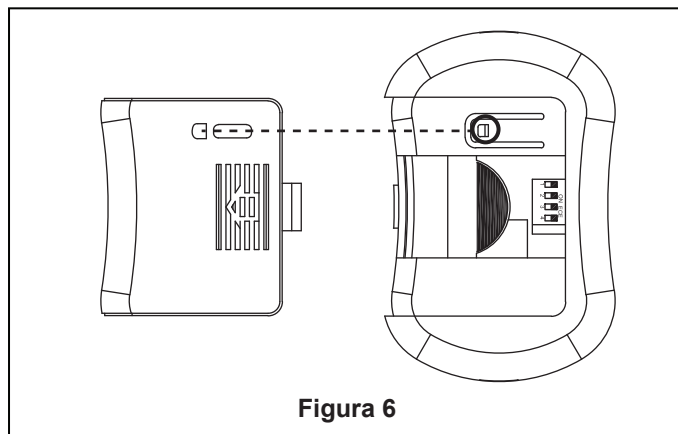

Figura 6
- ☐ 5. Introduzca la unidad del motor en la unidad del soporte del techo tal y como se muestra en la ilustración. (Figura 6) Ahora puede continuar con las instrucciones para realizar la instalación eléctrica de su ventilador.
- ☐ 6. Vuelva a colocar la tapa de la batería en el control remoto. Asegúrese de que el orificio de la batería cubra la pestaña de forma segura. (Figura 6)